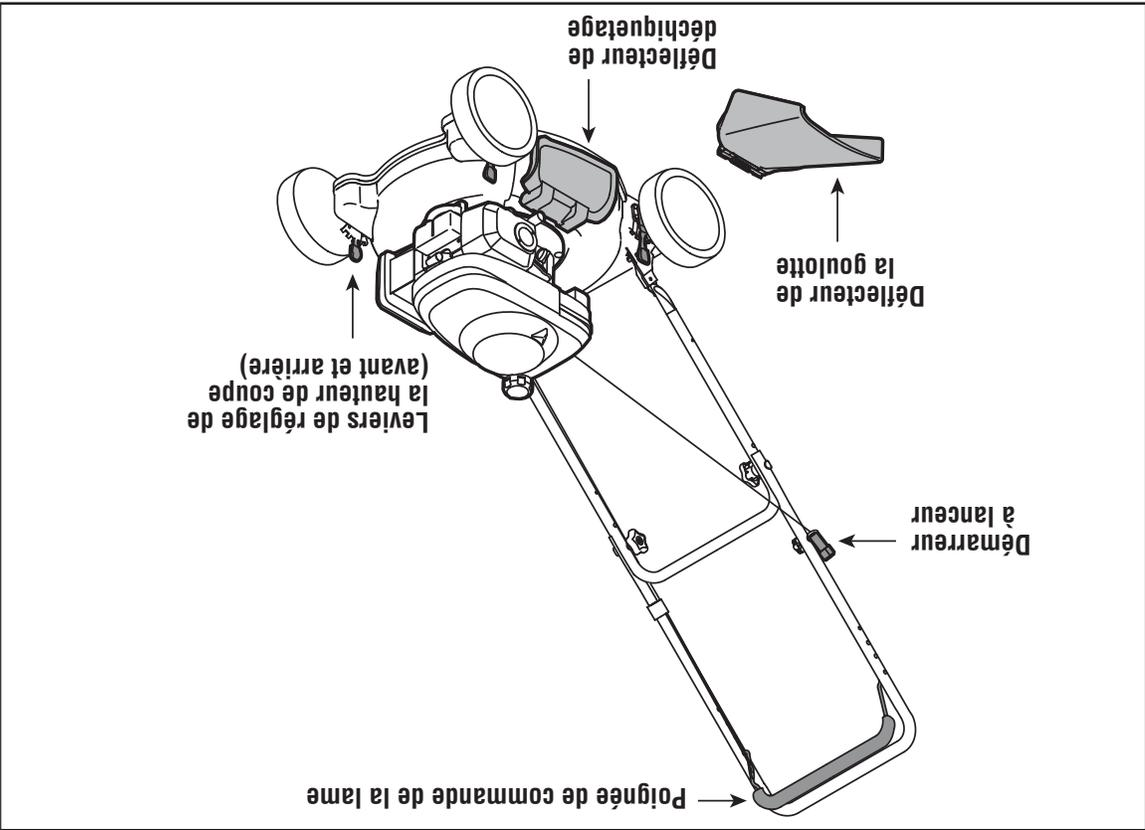

Figure 5-1
4. Tirez sur la poignée du démarreur jusqu'à ce que vous sentiez une légère résistance, puis tirez plus rapidement pour surmonter la compression, empêcher le recul et faire démarrer le moteur. Répétez au besoin. Voir la Figure 5-1. Ne laissez pas la poignée du démarreur trapper le guide de la corde. Ramenez-la doucement pour éviter d'endommager le démarreur.
La poignée de commande de la lame se trouve sur le guidon supérieur de la tondeuse. Voir la Figure 5-1. Il faut serrer cette poignée contre le guidon pour que la tondeuse fonctionne. Le fait de lâcher la poignée arrête le moteur et la lame.